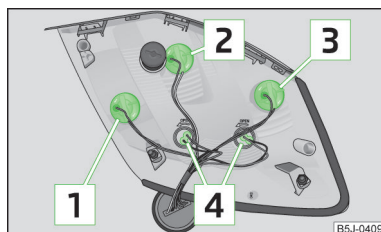

Fig. 163
Dispunerea becurilor » fig. 163.
- » Pentru înlocuirea becului, rotiți soclul până la limită în sens opus acelor de ceasornic, și scoateți-l din carcasă » fig. 163.